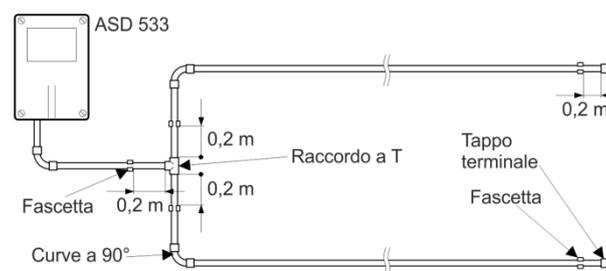

Fig. 22 Curve a 90°, diramazione
- In corrispondenza delle diramazioni della condotta di aspirazione bisogna lasciare una distanza di almeno 0,2 m fra il raccordo a T e le fascette, **Fig. 22**.
- Per le variazioni di direzione nella sorveglianza volumetrica vanno usati in prevalenza curve a 90° invece di gomiti a 90°, **Fig. 22** (ved. anche cap. 4.4.2).